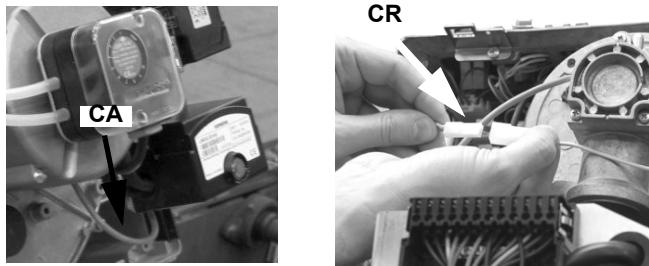

Fig. 14
- 4 Scollegare il connettore **CR** dal circuito stampato (Fig. 14).